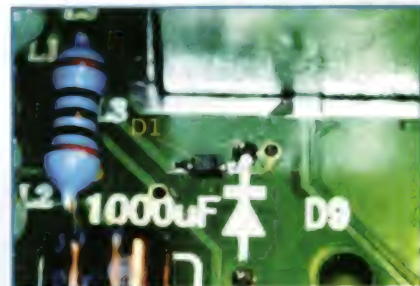

Рис. 2.15
5. Переносят диод D1 ближе к диоду D9 (SW), можно взамен диода BA277-применить диод 1N4148WS (рис. 2.15).